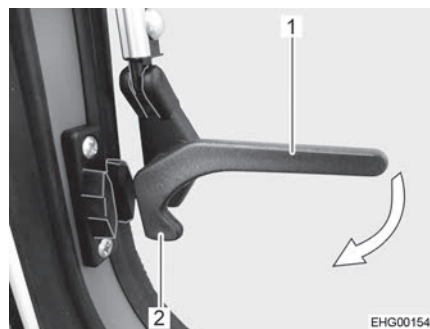

Fig. 40 Levier de verrouillage, latéral, (position "Ouvert")
- Tourner les leviers de verrouillage latéraux (Fig. 40,1) d'un quart de tour en direction du cadre de la fenêtre jusqu'à ce que le tenon de verrouillage (Fig. 40,2) s'enclenche.